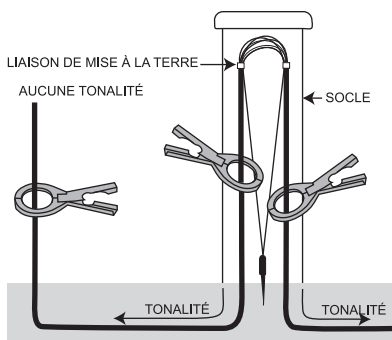

Fig. 10. Points de couplage
L'application du coupleur par dessus la liaison revient à bloquer la tonalité et à empêcher sa transmission au-delà du point de mise à la terre. (Voir fig. 10) On peut contrôler la tonalité en plaçant de façon stratégique le collier dans la direction de l'émetteur.
3. **Couplage près de l'extrémité** : Pour fournir une tonalité à partir de l'extrémité d'un câble, il faut appliquer une liaison sur l'extrémité du câble ou mettre l'extrémité à la terre. (Voir fig. 10)